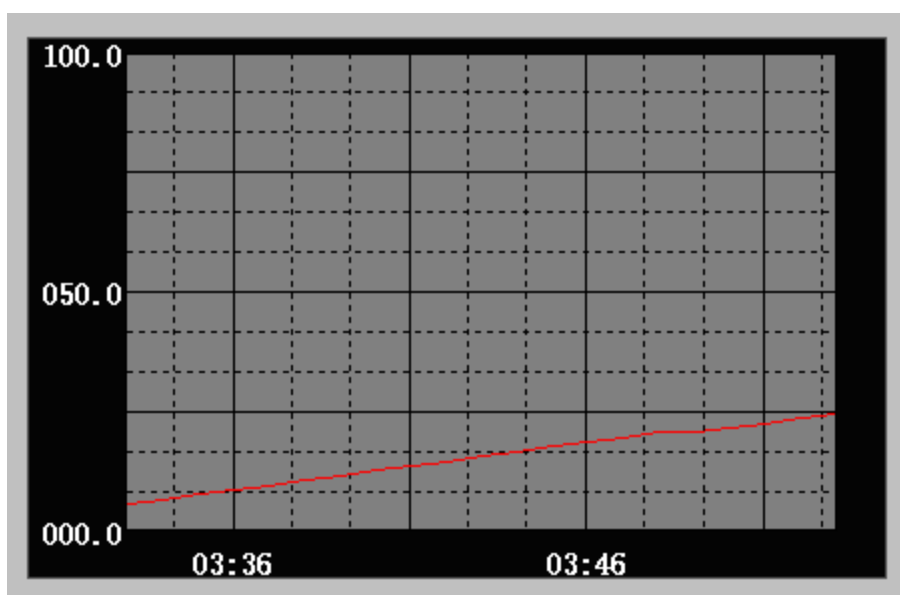

图 6-4
6、单击“文件”菜单中的“切换到 VIEW”命令，进入运行系统，通过运行界面中“画面”菜单中的“打开”命令将“实时趋势曲线画面”打开后可看到连接变量的实时趋势曲线，如图 6-4 所示。